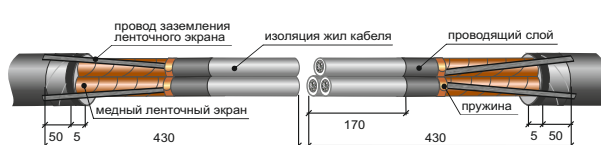

Рис. 15
1. Выполните монтаж кабельной муфты согласно п.п.1-2 настоящей инструкции. Снимите с обоих концов кабеля бронеленты (для кабеля с броней), внутреннюю оболочку и межфазный наполнитель до ленточного экрана в соответствии с размерами, указанными на рис.15. Для этого для кабеля с броней на расстоянии 50мм от среза наружной оболочки на обоих концах соединяемых кабелей специальным инструментом сделайте кольцевые надрезы на бронелентах и снимите броню. Далее на расстоянии 5мм от среза бронелент сделайте кольцевые надрезы на внутренней оболочке обоих концов соединяемых кабелей и удалите внутреннюю оболочку и межфазный наполнитель.
2. Используйте дополнительный набор деталей заземления ленточного экрана. Закрепите провод заземления ленточного экрана с помощью пружины постоянного давления на жиле кабеля на расстоянии 80мм от среза оболочки кабеля (или от среза бронелент если кабель с броней). Удалите ленты экрана, электропроводящую бумагу (полимерную ленту) по краю смонтированной пружины. Выполните данную операцию на всех жилах соединяемых кабелей (рис.15).
4. Удалите с помощью специального роликового ножа проводящий слой с каждой жилы обоих концов кабелей на длину 170мм от среза кабеля (рис.15). Тщательно очистите участки изоляции из сшитого полиэтилена.